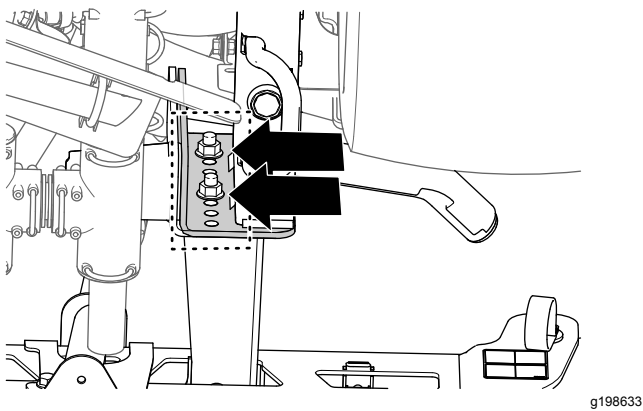

图 46
- 3. 在使用 4 个凸缘头螺栓 1/2 x 1 1/4 英寸和 4 个凸缘锁紧螺母 1/2 英寸将中间喷洒段的支撑托架固定到机器安装板上的地方用一条胶带标记软管 图 46。